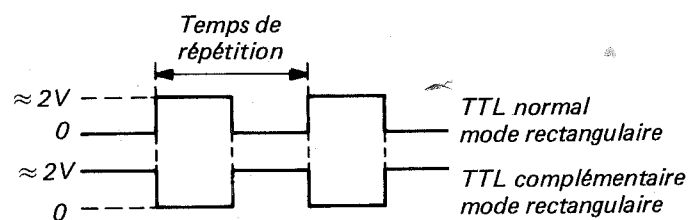

Fig. 6.5. Impulsion rectangulaire.
- Observer une impulsion TTL normale et son complément similaire à la fig 6.5.